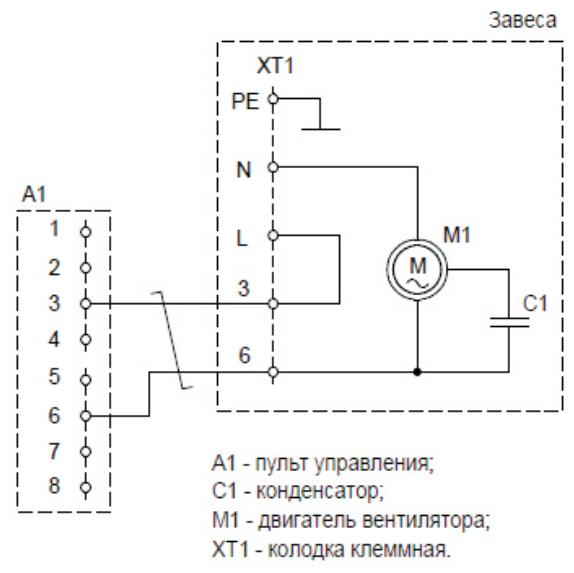
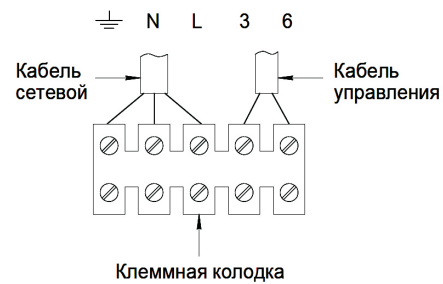

Рис. 2 Схема WH
Рис. 3 Схема подключения
5.2 Электрическая схема завесы приведены на рис.2 Приложения.
6.5 Пульт управления подключать в соответствии с электрической схемой завес (см. рис.2 Приложения) и схемой подключения (см. рис.3 Приложения). Для подключения использовать двухжильный кабель сечением медной жилы 0,5 - 1,0 мм2.
- отвернув два самореза, снять крышку на верхней стенке корпуса завесы и подключить кабель к клеммной колодке завесы в соответствии с электрической схемой и рис.3 Приложения.
6.6 Подключение завесы к электросети осуществляется через автоматический выключатель **после подключения пульта управления**. Для этого необходимо подключить силовую кабель к клеммной колодке завесы в соответствии с рис.3 Приложения. Для подключения использовать трехжильный кабель сечением медной жилы не менее 1 мм2.